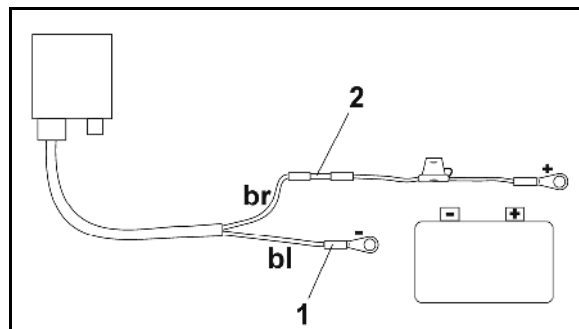

Рис. 17
5. Синю жилу кабелю (маса) введіть в клему (Рис. 17/1).
7. Коричневу жилу кабелю (+ 12 Вольт) введіть у вільний кінець стикового з'єднувача (Рис. 17/2).
9. Посадіть стиковий з'єднувач (Рис. 17/2) за допомогою джерела тепла (запальнички або фена) так, щоб виступив клей.